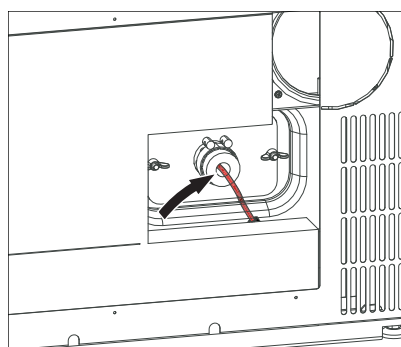

Fig. 56 Scollegare il cavo del collettore di polveri (solo per le caldaie a pellet con collettore di polveri elettrostatico integrato)
- Scollegare il cavo del collettore di polveri (solo per le caldaie a pellet con collettore di polveri elettrostatico integrato) – Fig. 56.